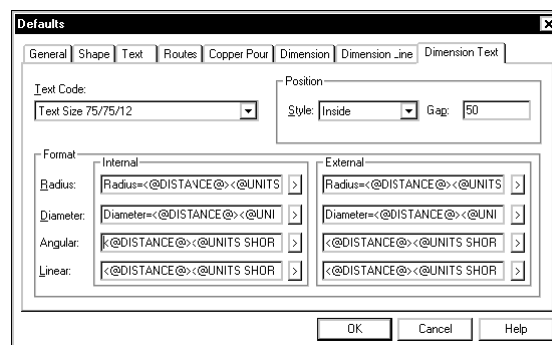

Рис. 7. Настройка текстовых обозначений размеров.
18. В диалоговом окне Defaults перейдем на закладку Dimension Text (рис. 7).